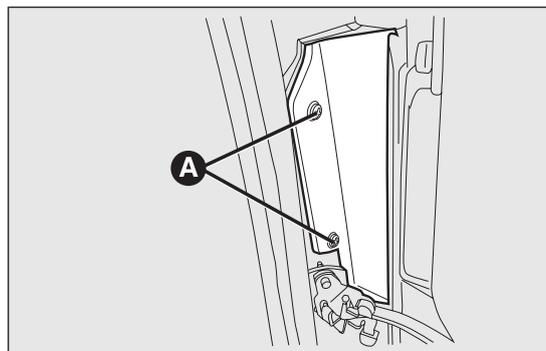
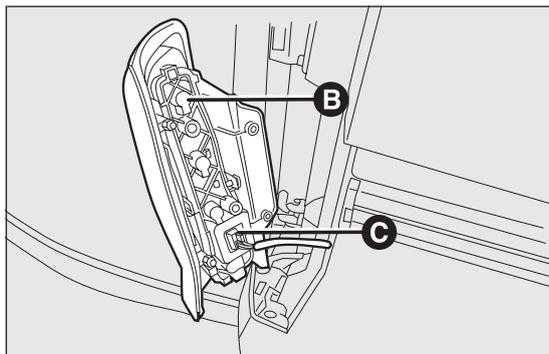

fig. 149
fig. 150
- svitare le viti A fig. 149 in modo da accedere al gruppo ottico B fig. 150;
- sfilare il connettore C fig. 150.